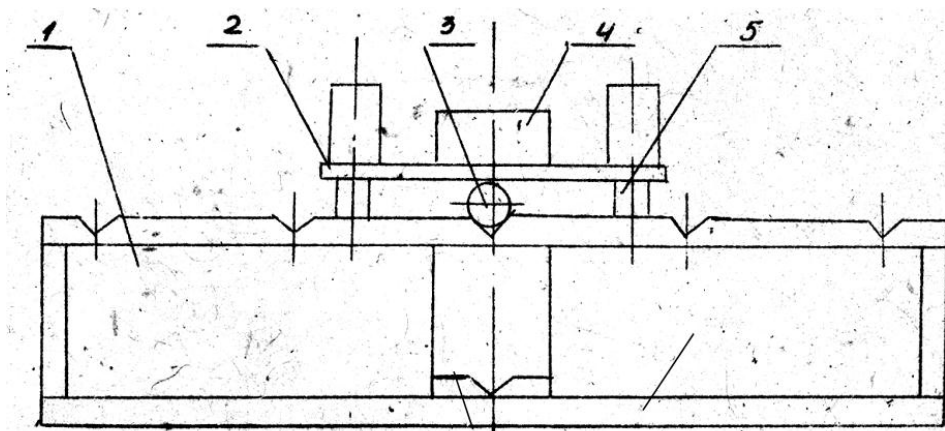

Рис. 1
10.3.3.2. Установить станд на неметаллическое основание в удалении от металлических предметов на 0,5 м. Собрать схему измерения согласно рис. 1. Вдоль центрального паза станда разместить образец арматурного стержня 3 диаметром 6 мм. Установить прокладку с втулками 2 по направляющим станда 5 на образец арматурного стержня 3 (далее образец).